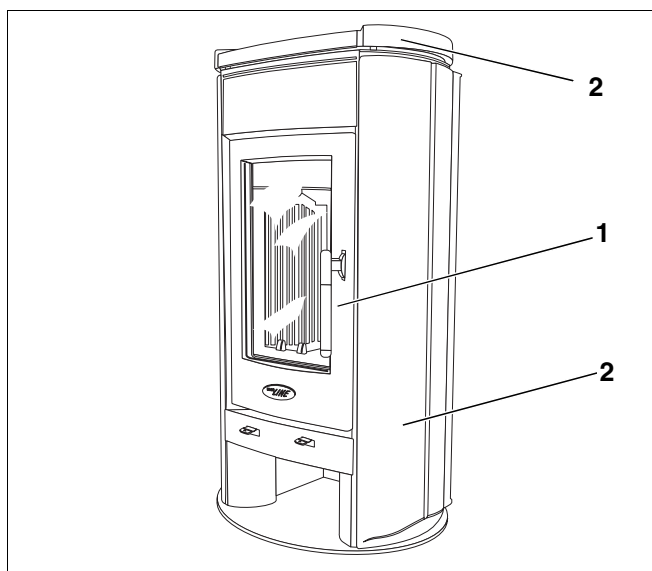

Abb. 3 Kaminofen blueline 9
- Selbstschließende Feuerraumtür (Abb. 3, **Pos. 1**)
- Kachelverkleidung (Abb. 3, **Pos. 2**)